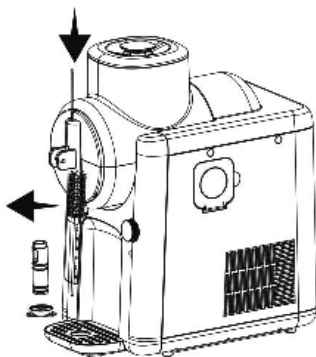

Fig. 6
5. Drej frontdækslet på blandebeholderen mod uret for at låse det op, og fjern det herefter (fig. 6)